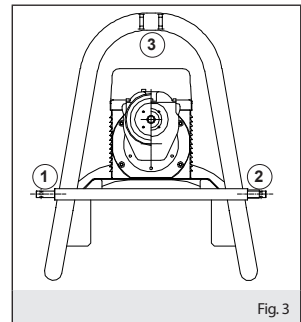

Fig.3
- che i tre punti di ancoraggio (fig.3) previsti siano perfettamente fissati e bloccati con i pezzi in dotazione. L'errato ancoraggio provoca il ribaltamento della macchina con grave pericolo per l'operatore.
- the three links (fig.3) are perfectly fastened and locked with the accessories provided. If wrongly anchored the machine could tip over causing a severe hazard for the operator.
- les trois points d'ancrage (fig.3) prévus sont parfaitement fixés et bloqués avec les pièces fournis. Un ancrage incorrect provoque le basculement de la machine et constitue donc un grave danger pour l'opérateur et l'endommagement du produit.
- die drei vorgesehenen Verankerungspunkte (Abb.3) perfekt befestigt und mittels der